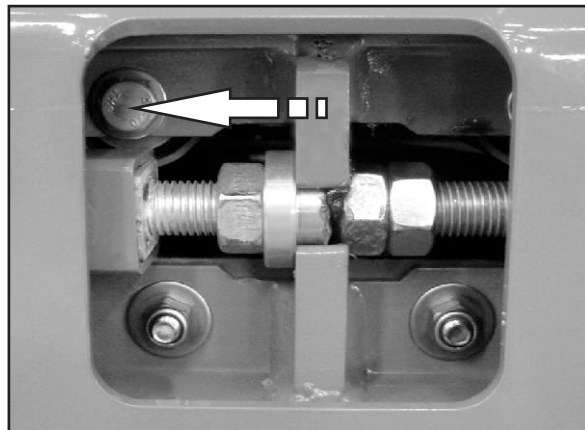

Figura 05
- observar qualquer desalinhamento lateral da esteira em relação à máquina, e/ou estiramentos da mesma. A esteira possui componentes internos que a mantêm centralizada durante o trabalho. Estes são regulados na fábrica, no entanto podem ser danificados com o excesso de aperto na regulagem (Figura 05) ou descaso com desalinhamentos;